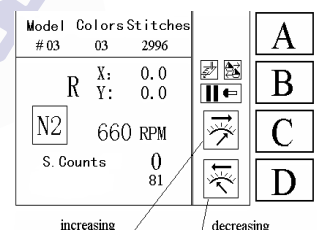

Fig. 8.2.1
1. No estado de funcionamento (Fig.3.2.1) pressione a tecla  uma vez para mostrar a Fig.8.2.1.
2. Na Fig.8.2.1, pressione a tecla  uma vez para aumentar a velocidade em 10 rpm; pressione a tecla  uma vez para diminuir a velocidade em 10 rpm. Consegue-se a velocidade desejada pressionando-se as teclas  ou  repetidamente.
3. Na Fig.8.2.1, pressione a tecla  mais uma vez (ou pressione ESC uma vez) para sair da função da velocidade. O ícone desaparecerá. Ou cancele, puxe a barra e inicie.